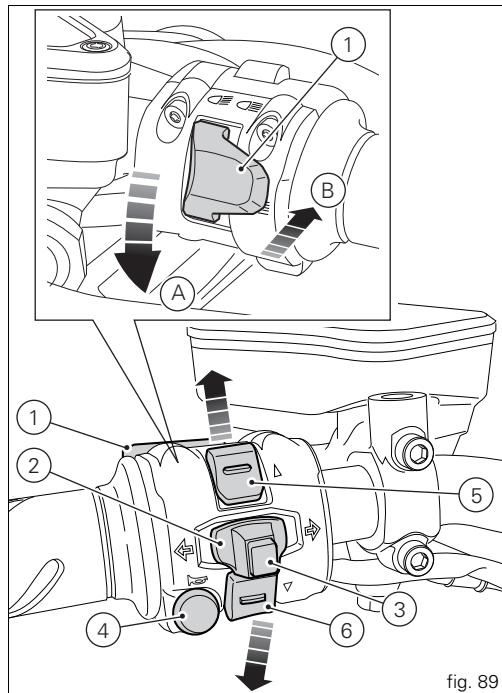

fig. 89
Commutateur gauche (fig. 89)
- 1) Inverseur, commande de sélection des feux, à deux positions (fig. 89) :
- 2) Bouton  = clignotant à trois positions (fig. 89) :